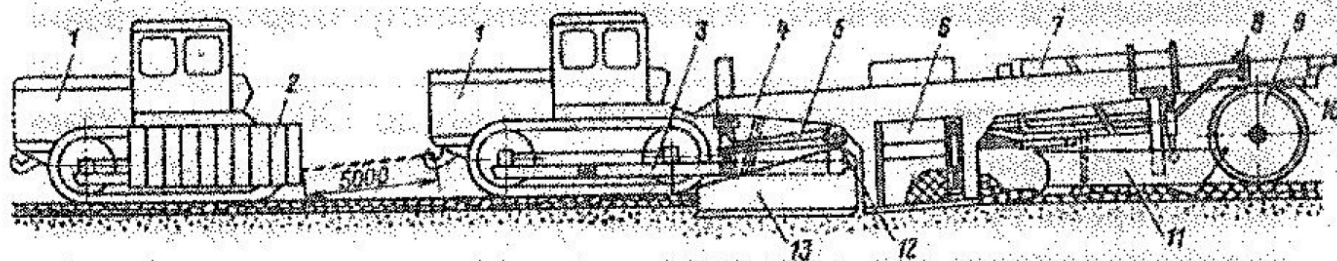

Рис. 7. Железнодорожно-строительная балластоочистительная машина БМС
19. Что изображено на рис. 7 под № 6
20. Что изображено на рис. 7 под № 13